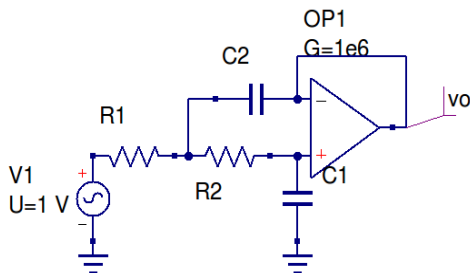

Fig. 4
4) Projete um filtro passa-baixas (PB) de 2ª ordem, utilizando o circuito RC com AMPOP ideal mostrado na Fig. 4, com as seguintes especificações: fator de qualidade  $Q=0,5$  (formato de resposta Bessel) e frequência do pólo igual a  $\omega_0=10^3$  rad/s. Assumir  $R_1=R_2=10$  k $\Omega$ . Obter também a função de transferência do filtro  $H(s)=V_o(s)/V_i(s)$ .